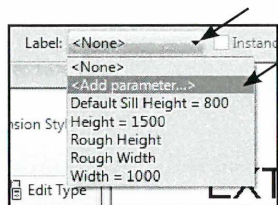

Fig. 08.13. Tilføj en Parameter til målkæden.
- Vælg *Add Parameter* under *Label* i *Modify* panelet (Fig. 08.13).